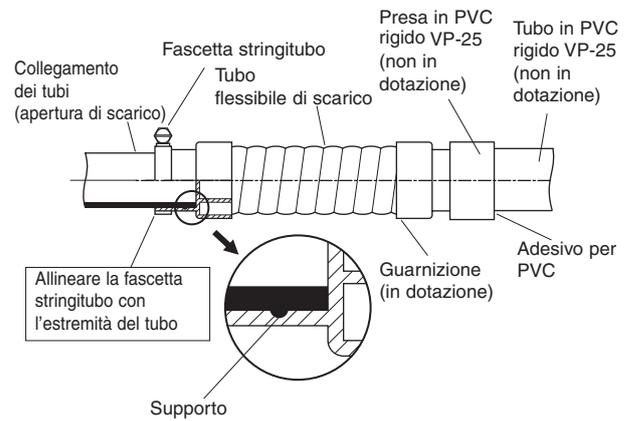

Fig. 3-6
- Allineare le fascette stringitubo con l'estremità del tubo flessibile. Serrare a fondo la fascetta stringitubo. Accertarsi che il supporto non sia coperto dalla fascetta stringitubo. (Fig.3-6)
Serrare le fascette del tubo flessibile in modo che i loro dadi di bloccaggio siano rivolti verso l'alto. (Fig. 3-6)